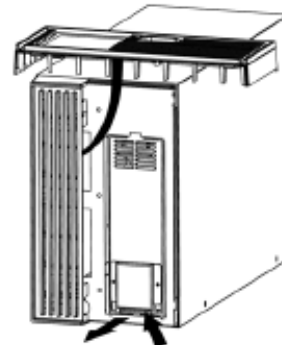

FIG. 2
3. Appuyez sur le loquet à ressort du support de retenue de la batterie en bas, tirez-le vers l'extérieur, puis mettez-le de côté (FIG. 2)